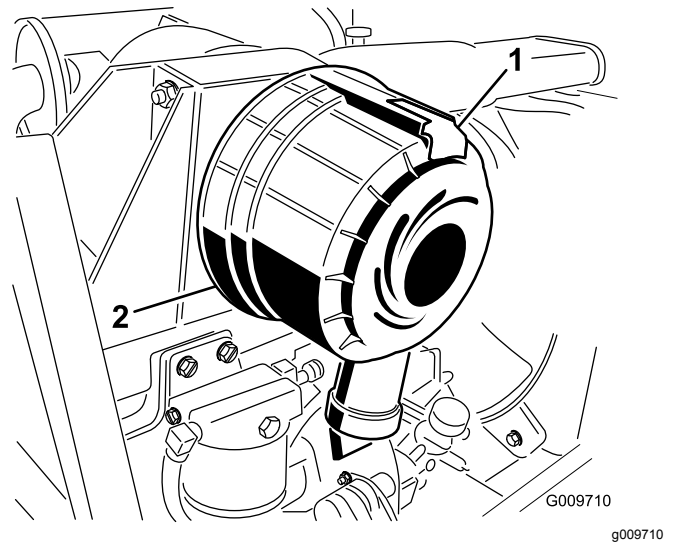

Bild 50
1. Ziehen Sie den Riegel nach außen und drehen Sie die Luftfilterabdeckung nach links (**Bild 50**).